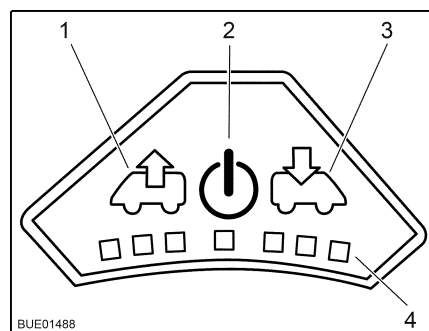

Fig. 36 Panneau de commande du ventilateur
- Appuyer sur la touche Marche/Arrêt (Fig. 36,2). Le ventilateur fonction en mode confort (aération à faible vitesse de rotation).
- Pour augmenter la vitesse de rotation du ventilateur : appuyer sur la touche Ventiler (Fig. 36,1). La vitesse de rotation du ventilateur augmente d'un niveau de puissance dans le sens de l'échappement. Les DEL (Fig. 36,4) montrent les niveaux de puissance.
- Pour réduire la vitesse de rotation du ventilateur : appuyer sur la touche Aérer (Fig. 36,3). La vitesse de rotation du ventilateur diminue d'un niveau de puissance.
- Pour augmenter la vitesse de rotation du ventilateur : appuyer sur la touche Aérer (Fig. 36,3). La vitesse de rotation du ventilateur augmente d'un niveau de puissance dans le sens de l'aération. Les DEL (Fig. 36,4) montrent les niveaux de puissance.
- Pour réduire la vitesse de rotation du ventilateur : appuyer sur la touche Ventiler (Fig. 36,1). La vitesse de rotation du ventilateur diminue d'un niveau de puissance.
- Appuyer sur la touche Marche/Arrêt (Fig. 36,2). Le ventilateur s'arrête, les DEL s'éteignent.